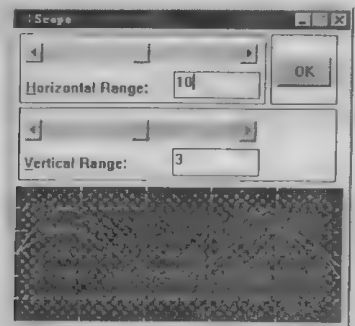

图 6-22
(2) 在模型窗口的 Simulation 菜单中选择 Start 命令。这时仿真结果就会在 Scope 模块中显示出来,如图 6-22 所示。